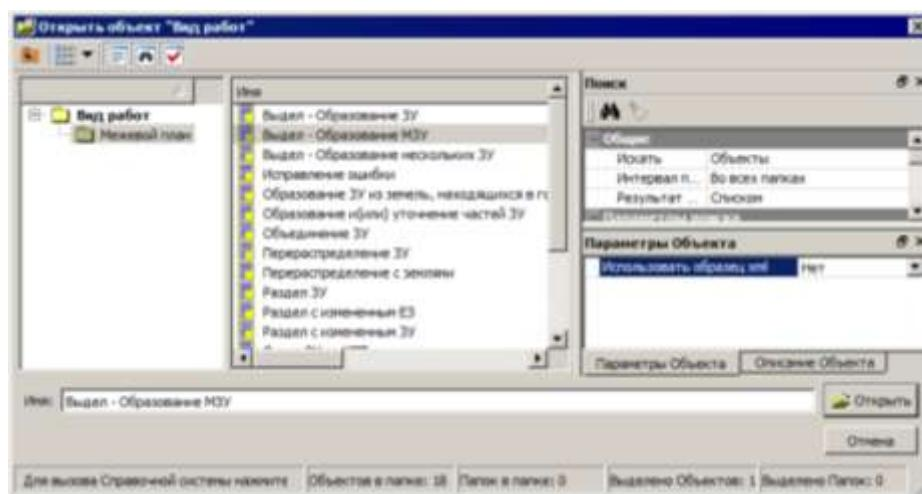

Рисунок 13 – Графическое окно «Вид работ»
4. В окне **Открыть объект «Вид работ»** выберите вид работ **«Выдел - Образование МЗУ»**. В этом же окне в поле **Параметры Объекта** в строке **Использовать образец xml** укажите значение **Нет**. Нажмите кнопку **Открыть** (рис. 13).